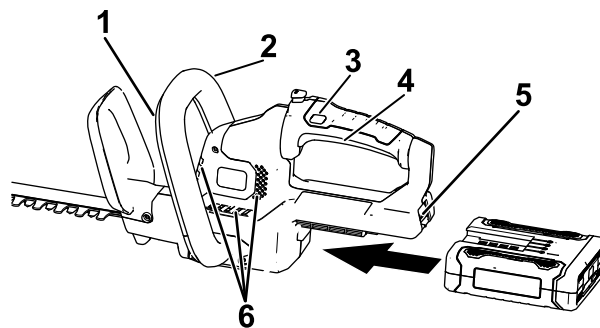

Figura 4
3. Allineate la cavità del pacco batteria con la linguetta nell'alloggiamento dell'impugnatura, afferrate l'impugnatura e spingete il pacco batteria nell'impugnatura fino a quando il fermo non si blocca in posizione (Figura 4).
4. Posizionate una mano sull'impugnatura della levetta. Posizionate l'altra mano sull'impugnatura ausiliaria (Figura 4).
innestate l'interruttore dell'impugnatura ausiliaria per accendere il tagliasiepi (Figura 4).
Il tagliasiepi rimane acceso fino a quando l'interruttore dell'impugnatura ausiliaria è innestato e la levetta è schiacciata. Una volta che il tagliasiepi è in funzione, potete lasciare andare l'interruttore di bloccaggio (Figura 4).
Per arrestare il tagliasiepi, lasciate andare la levetta di azionamento o l'interruttore dell'impugnatura ausiliaria, oppure entrambi (Figura 4). Attendete almeno 5 secondi che la lama di taglio smetta di muoversi.